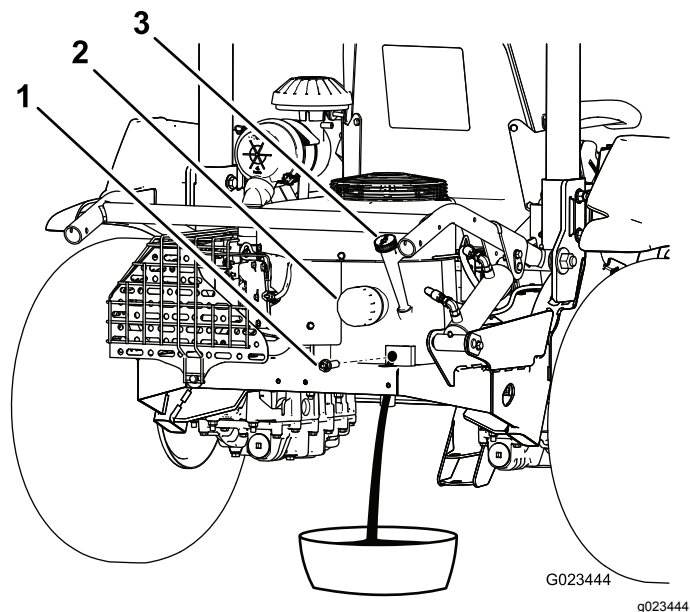

図 39
3. ドレンプラグ (図 39) を外してオイルを適当な容器に受ける。オイルが抜けたらドレンプラグを取り付ける。